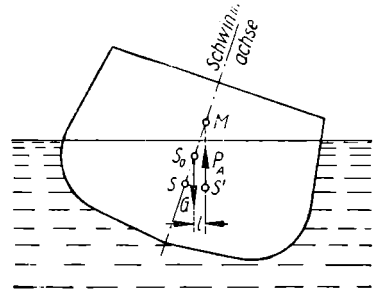

Bild 233
b) Die Mittelkraft G des gesamten Schiffsgewichts greift im Körperschwerpunkte S_0 an (Bild 233). Die Mittelkraft des Auftriebs $P_A = V \cdot \gamma$ greift bei waagerechter Lage des Schiffes im Schwerpunkte S des verdrängten Wasservolumens V an, im sog. „Verdrängungsschwerpunkt“. Die
c) Wird das Schiff durch irgendwelche Kräfte, z. B. durch Wind, in eine geneigte Lage gebracht (Bild 233), so behält der verdrängte Wasserkörper dasselbe Volumen V , nimmt aber eine andere Form an mit dem Schwerpunkt S' . Die in S' angreifende Kraft des Auftriebes P_A bildet dann mit der gleich großen Kraft G ein Kräftepaar, das das Schiff mit dem Drehmomente $P_A l = Gl$ in die frühere Gleichgewichtslage zurückzudrehen sucht. Der Punkt M , in dem die Lotrechte durch den Verdrängungsschwerpunkt S' die Schwimmachse schneidet, heißt das Metazentrum des Schiffes. Je höher M liegt, um so größer wird der Hebelarm l des Kräftepaares, um so größer das aufrichtende Drehmoment und die Standsicherheit des Schiffes.